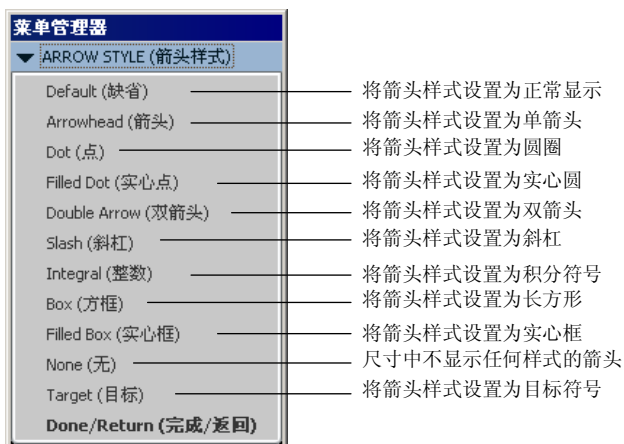

图 10.5.17 “箭头样式”菜单
Step2. 系统弹出图 10.5.17 所示的“箭头样式”菜单，从该菜单中选取 **Filled Dot (实心点)** 命令。